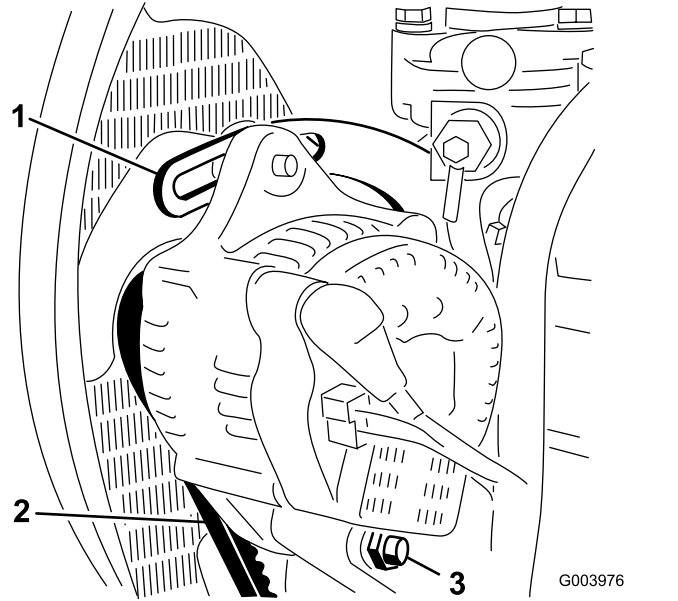

图 71
2. 检查交流发电机皮带张紧力的方法使用 10kg 的力按压交流发电机和曲轴箱皮带轮之间的皮带 图 71 中间位置。
3. 松开将皮带环形支架固定到发动机 图 71 的螺栓以及将交流发电机固定到皮带环形支架上的螺栓和枢轴螺栓。